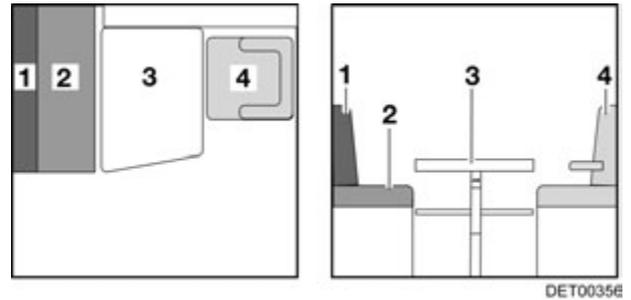

Fig. 99 Avant la transformation
- Tourner le siège conducteur (Fig. 99,4) et le pousser complètement vers l'avant.
- Convertir la table (Fig. 99,3) en sommier de lit (voir paragraphe 7.7).
- Enlever le coussin de dossier (Fig. 99,1) et le placer de côté.